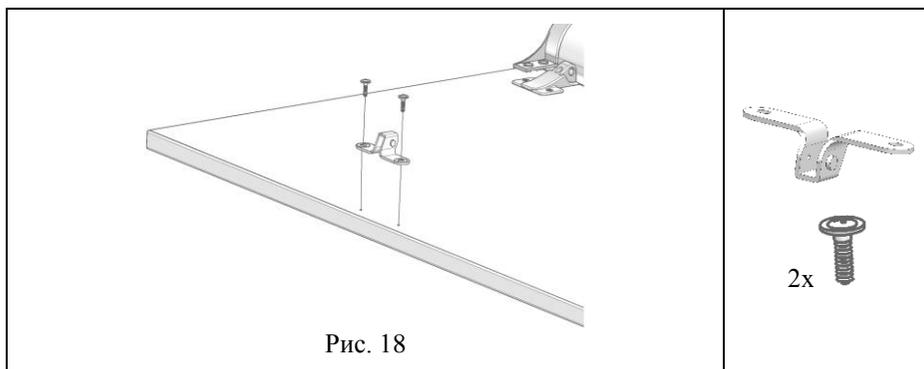

Рис. 18
5.5.6 К сборке по п. 5.5.5 прикрутить с помощью саморезов с прессшайбой (поз. 2, пакет № 75) кронштейн верхний (поз. 3, пакет №9а), (см. рис. 18, 18а).
Рис. 18а